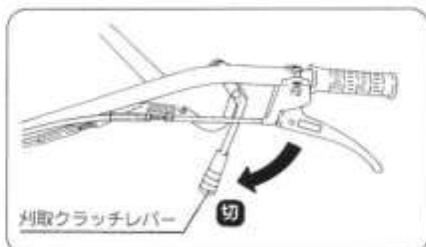

図4
- ④ 刈取クラッチを【切】位置にします。（図4）
- ⑤ 燃料コックを【開】位置にします。（図4）